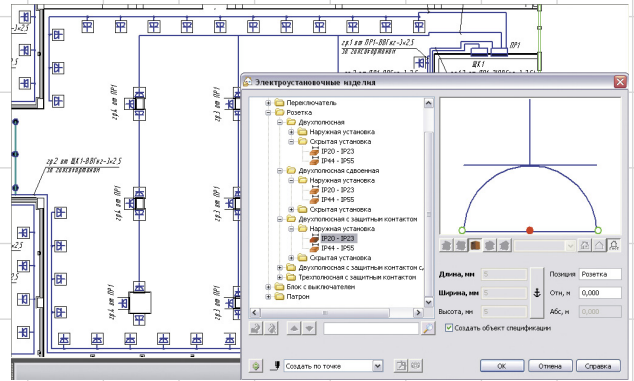

Рис. 6. Расстановка на плане элементов розеточной сети из каталога
6. Проектируем розеточную сеть (рис. 6).